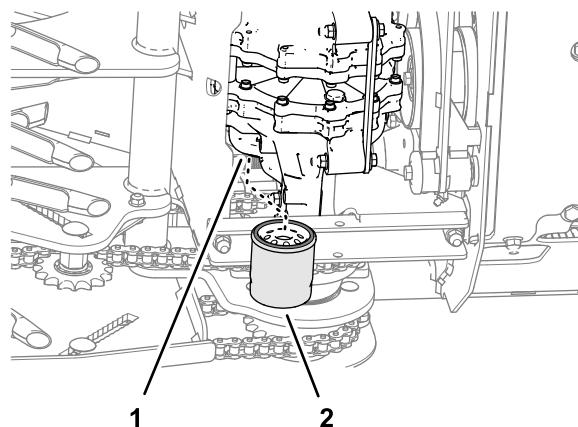

Figure 56
4. Localisez les deux filtres sous les transmissions (Figure 56).
- Déposez les filtres et vidangez le liquide du système d'entraînement (Figure 56).
- Vissez le filtre dans le sens horaire jusqu'à ce que le joint en caoutchouc rejoigne l'adaptateur, puis vissez-le encore de 2/3 à 3/4 de tour (Figure 56).